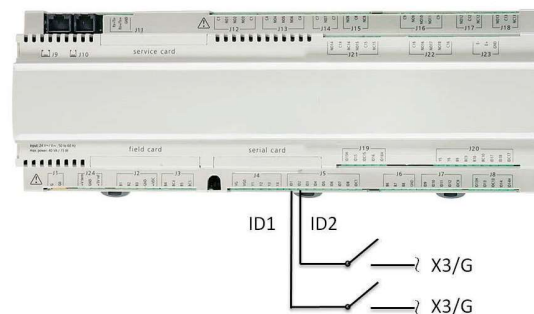

Abb. 7.27: Beschaltung von Eingang ID 1 und ID 2
- Eingang ID 1 und ID 2 geöffnet (Abb. 7.27)